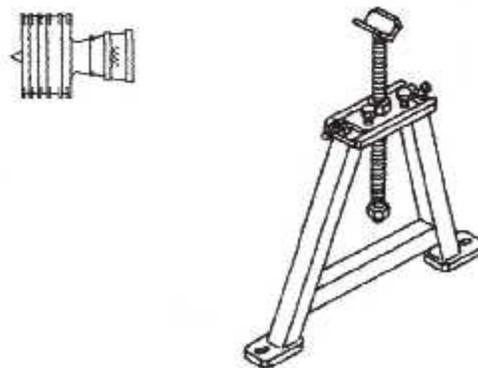

Fig. III. 92 : l'Extension Stanchion, 856A1453G01.
- d. On Tourne les écrous sur la tige du support de l'**Extension Stanchion, 856A1453G01**, (fig.III. 92). pour soulever le rotor IPT du joint d'étanchéité de nid d'abeille de l'ensemble du carter HPT/premier étage LPT.